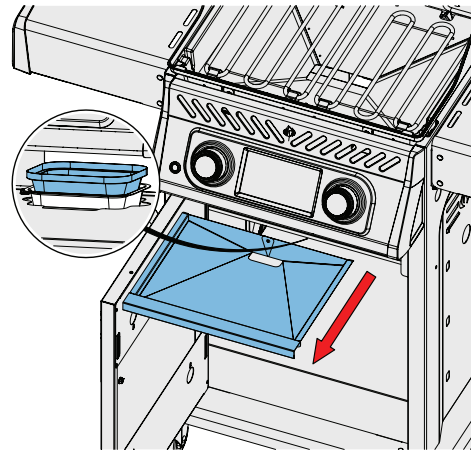

Fig. 8
1. Schuif de druppan uit het apparaat om toegang te krijgen tot het wegwerpvetbakje of om de druppan schoon te maken. (Fig. 8)
- Reinig regelmatig om vetophoping te voorkomen – ongeveer elke 4-5 keer gebruik. (Fig. 8)